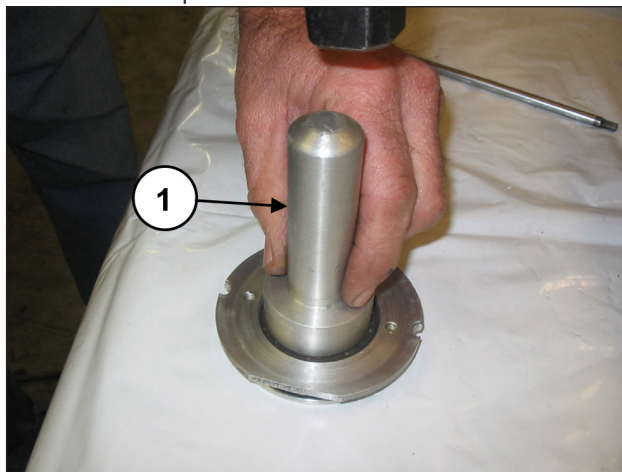

Fig. 157
Montar el retén en la tapa de retención (pos. ①, Fig. 157) utilizando un tampón cód. 27910900.